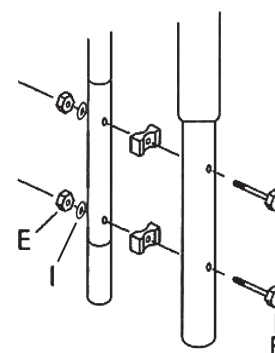

Fig. 1
Per questo passaggio potreste avere bisogno dell'aiuto di un'altra persona per tenere le sbarre mentre serrate le viti. Per montare una sbarra della rete su una gamba del trampolino, avete bisogno di un tubo inferiore (B), 2 viti (F), 2 adattatori (K), 2 rondelle (I) e 2 dadi (E). Tenete il tubo (B), in modo che i due fori siano in basso. Seguite la fig. 1 e inserite una vite attraverso il foro superiore del tubo, poi attraverso l'adattatore e infine nel foro superiore della gamba del trampolino. Poi inserite la rondella e serrate leggermente il dado. Ripetete l'operazione per il foro inferiore. Stringete bene i due dadi ad almeno 10 Nm. Ripetete la fase 2 per tutti i tubi della rete.